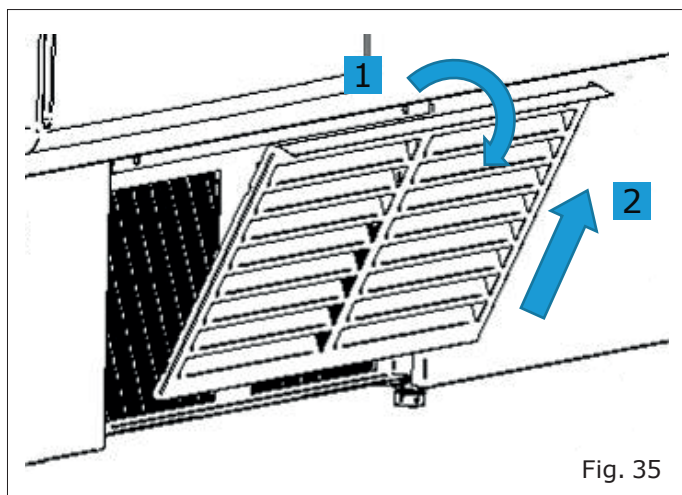

Fig. 35
- Retirez la grille du condenseur en retirant les boutons qui la fixent et suivez les instructions (Fig. 35).